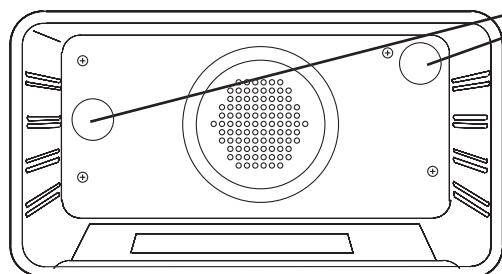

Figure 23 : éclairage du four
- Chaque assemblage comprend une lentille amovible, une ampoule et un boîtier de douille fixé en place (figure 23, page suivante).
Remplacer l'ampoule (figure 23, page suivante):